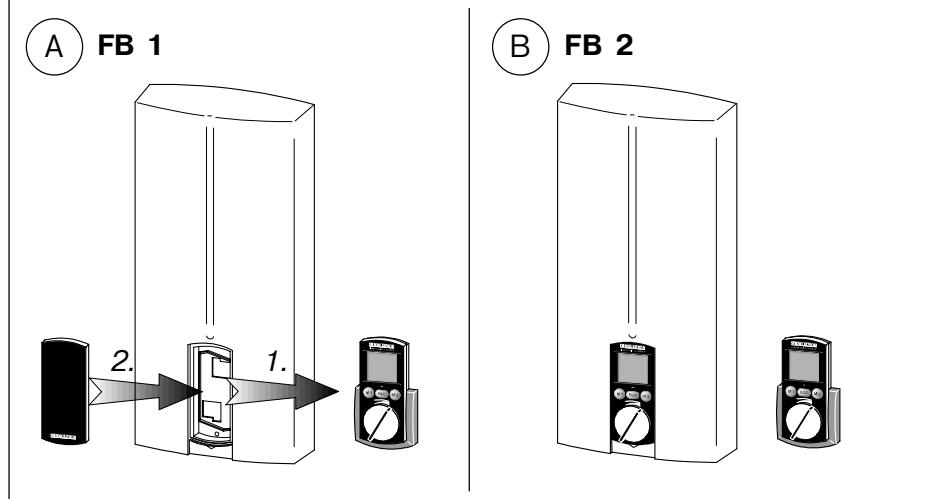

Рис. 5
- Обслуживание прибора происходит исключительно с помощью дистанционного управления (рис. 5 А)
- Обслуживание как с помощью дистанционного управления, так и непосредственно с панели управления на приборе (рис. 5 В)